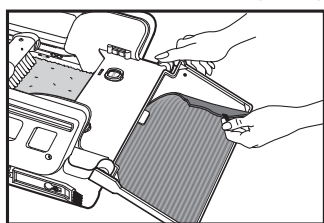

Fig. 9
- Retire el tapete halando cuidadosamente la tira de tela provista (Fig. 9).